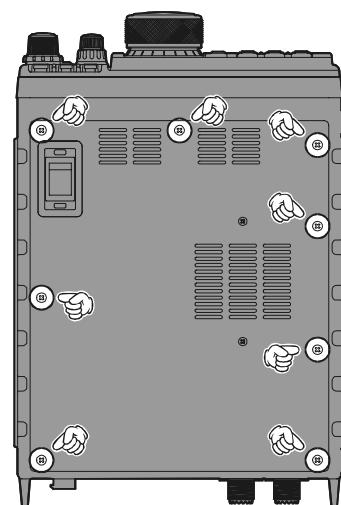

図1
2. 本体上面にある8本のビスを外して、上面ケースとスピーカーのコネクターを外します(図1参照)。